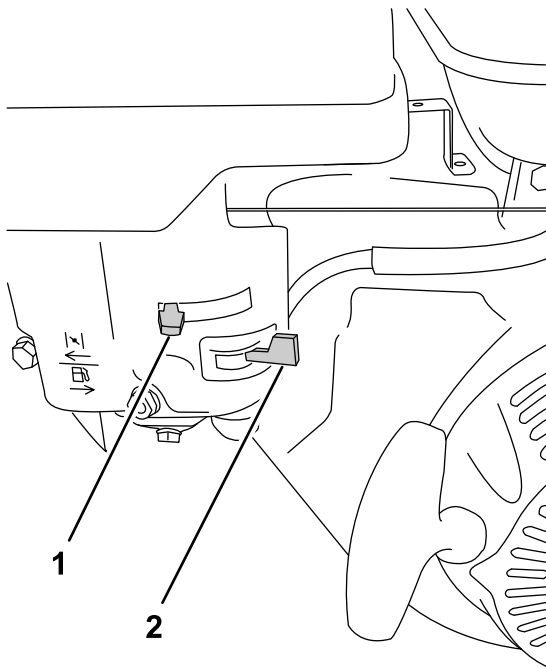

Figure 14
1. Tournez le robinet d'arrivée de carburant à la position OUVRETE (Figure 14).
3. Positionnez la commande de starter comme suit (Figure 14) :